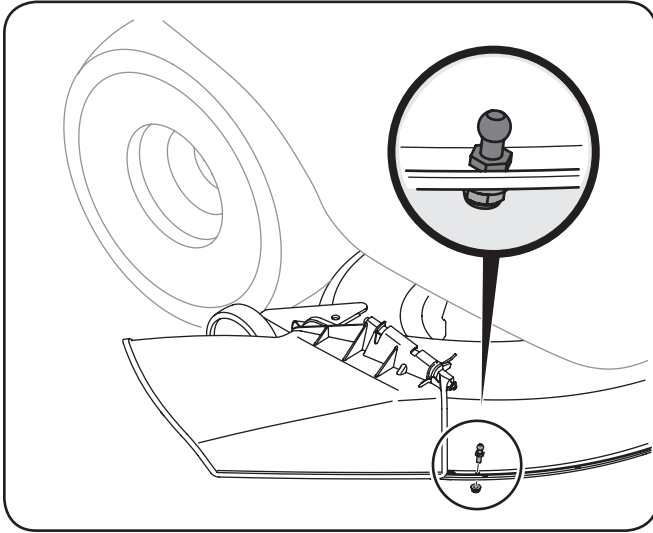

Figura 4-19
10. Instale el pasador esférico del paquete de elementos en el orificio del frente de la plataforma de corte como se ve en la Figura 4-19, y ajuste con la tuerca de seguridad con brida provista.